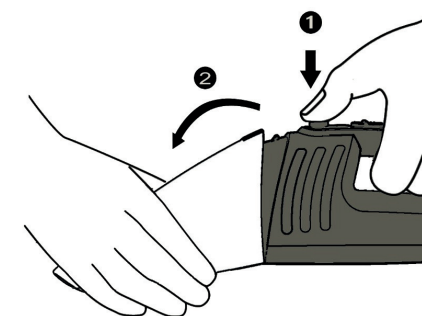

Abbildung 5
- Halten Sie den Staubbehälter über einen Mülleimer und drücken Sie die Taste zum Öffnen des Staubbehälters, um ihn vom Motorblock zu trennen (Abbildung 5).